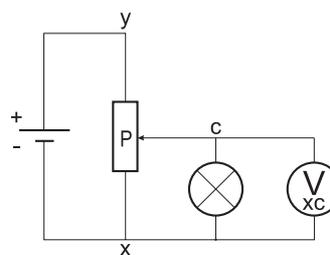

Figure 1.2
- Réaliser le montage indiqué à la figure 1.2. Le générateur est dit «en circuit fermé» car la différence de potentiel U_{xc} alimente un circuit.